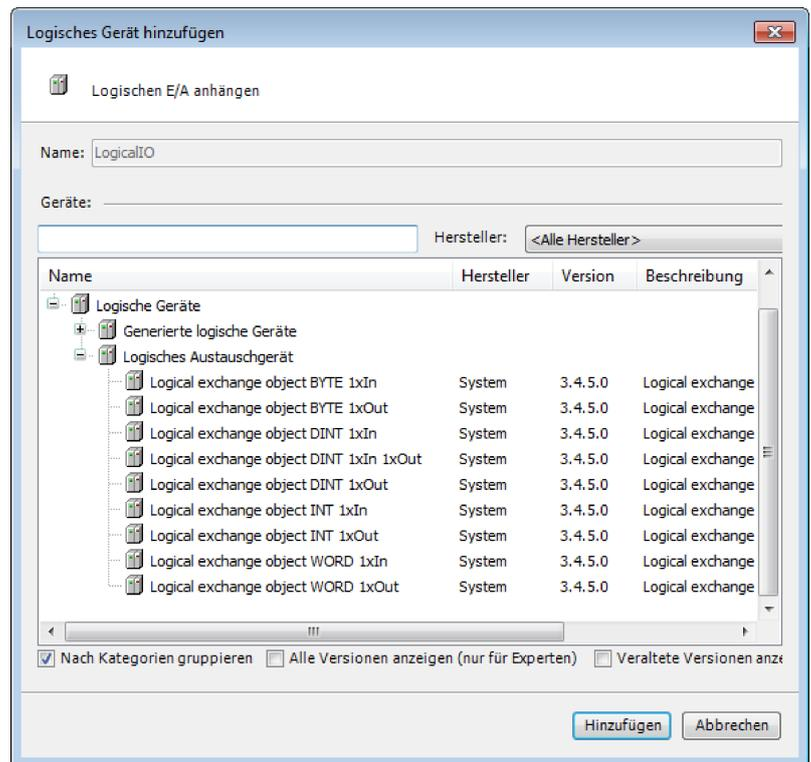

Abb. 32: Dialog 'Logisches Gerät hinzufügen'
3. ▶ Im Dialog „Logisches Gerät hinzufügen“ (siehe Abb. 32) in der Kategorie „Logische Geräte“, Unterkategorie „Logisches Austauschgerät“ das gewünschte logische E/A auswählen